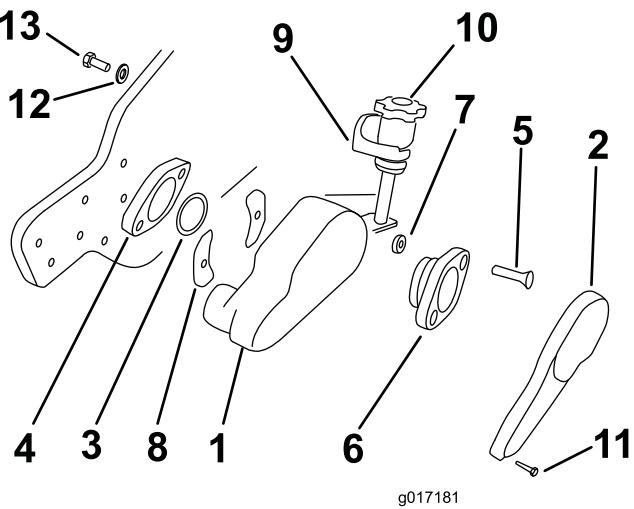
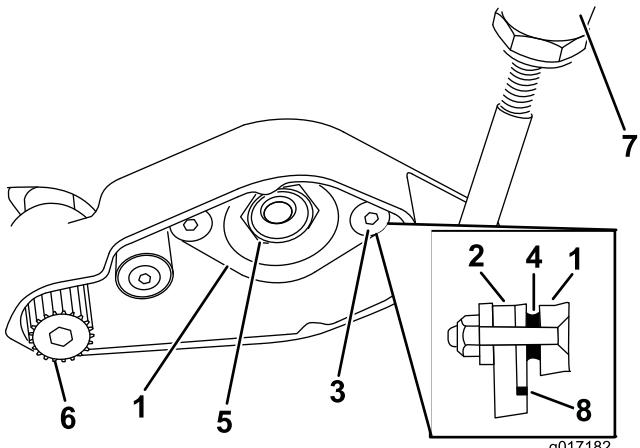

Figure 4
Figure 5
- A. Retirez les 3 vis à tête creuse et rondelles de butée fixant le couvercle à l'ensemble logement du nettoyeur (Figure 4).
- B. Retirez la rondelle Belleville et la vis d'assemblage de $3/8 \times 5/8"$ de chaque bloc de montage (Figure 4).
- C. Insérez une bague adaptatrice dans le logement de roulement de cylindre (Figure 4 et Figure 5).
D. Insérez les deux vis à tête plate de $3/8 \times 2"$ dans l'adaptateur de roulement et placez les entretoises aux extrémités des vis (Figure 4 et Figure 5).
- E. Alignez l'adaptateur de roulement, les entretoises et les vis sur le roulement en bronze et les fentes du roulement du nettoyeur. Faites glisser l'adaptateur de roulement à travers le roulement en bronze et les vis à travers les fentes de l'ensemble logement du nettoyeur (Figure 4 et Figure 5).
- F. Placez un couvre-fente sur chaque vis en alignant le côté incurvé du couvre-fente sur la courbe du logement du nettoyeur. Les couvre-fente doivent être placés tel qu'ilustré à la Figure 4.
G. Insérez les vis à tête plate dans le logement du roulement du cylindre. Placez les contre-écrous sur les vis et serrez-les à un couple de 31 à 37 Nm (Figure 4 & Figure 5).
9. Faites glisser une extrémité de l'ensemble arbre du nettoyeur dans le support de roulement situé dans l'ensemble logement du nettoyeur (Figure 5). Veillez à ce que les pointes des lames du nettoyeur soient dirigées vers l'avant.
10. Appliquez du Loctite sur les filetages de l'arbre du nettoyeur. Vissez la poulie menée (filetage à gauche) sur l'extrémité de l'arbre du nettoyeur. À l'aide d'une clé Allen de $3/8$ pouce, serrez la poulie à un couple de 39 à 47 Nm (29 à 35 pi-lb) (Figure 4 & Figure 5).
11. Installez le bloc de montage du bouton de réglage sur la plaque latérale gauche à l'aide de la vis d'assemblage de $3/8 \times 5/8"$ et de la rondelle Belleville précédemment retirées (Figure 4).
12. Remettez le bloc de réglage gauche de la barre d'appui sur la plaque latérale à l'aide des vis d'assemblage et des rondelles précédemment retirées (Figure 4).
13. Retirez le contre-écrou du roulement de l'arbre du cylindre (Figure 5). Servez-vous d'un bloc en bois pour empêcher le cylindre de tourner.